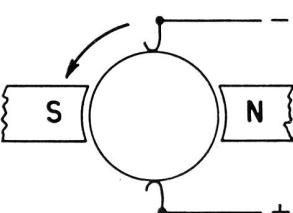

fig. 137
- Par contre, si l'on change le sens du courant dans l'induit et la polarité des inducteurs, le moteur tournera à nouveau dans le sens de l'origine (fig. 137).